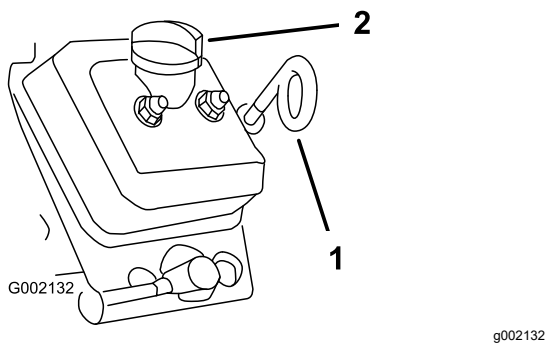

Рисунок 20
3. Очистите поверхность вокруг масломерного щупа и крышки заливной горловины тканью (Рисунок 20), чтобы загрязнения не могли попасть в трубку масломерного щупа или заливную горловину и привести к повреждению двигателя.
4. Извлеките масломерный щуп и на чисто протрите его (Рисунок 20).
5. Вставьте щуп в трубку масломерного щупа до упора (Рисунок 20).
8. Установите крышку заливной горловины на место (Рисунок 20).
9. Вставьте измерительный щуп до упора (Рисунок 20).